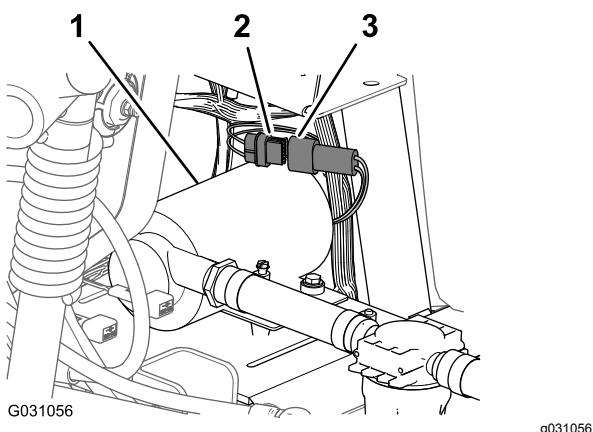

図 147
1. すすぎポンプのハーネスの6ピンコネクタを、後メインハーネスの6ソケットコネクタに接続する 図 147。